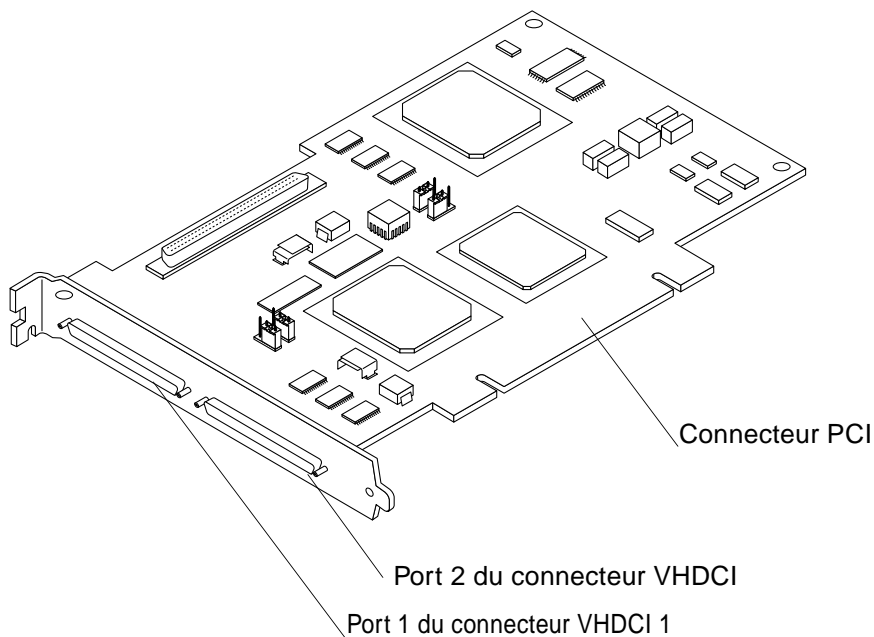

FIGURE 1-1 Carte hôte PCI Sun StorEdge à double canal SCSI Ultra3
- La carte hôte PCI Sun StorEdge PCI à double canal SCSI Ultra3 (FIGURE 1-1).
La FIGURE 1-1 représente la carte hôte. Les connecteurs VHDCI (Very High Density Cable Interconnect) sont destinés aux câbles VHDCI utilisés pour connecter la carte hôte au périphérique de stockage.
Dans cet exemple, le premier port SCSI (`scsi@4`) est relié à un disque dur (Target 0). Le deuxième port SCSI (`scsi@5`) est également relié à un disque dur (Target 0). L'illustration de la carte hôte (FIGURE 1-1) présente le premier port SCSI défini comme Port 1 et le deuxième port SCSI comme Port 2.